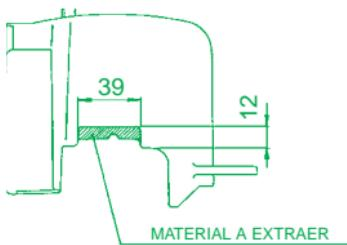

Fig. 1
- Introducir la junta de culata (9) y la culata (7) en los espárragos hasta el tope con el cilindro.
- Montar la tapa en el cilindro (modificado como muestra la Fig. 1), el encanalador y la nueva bujía (ver sección “Recomendaciones Importantes”).